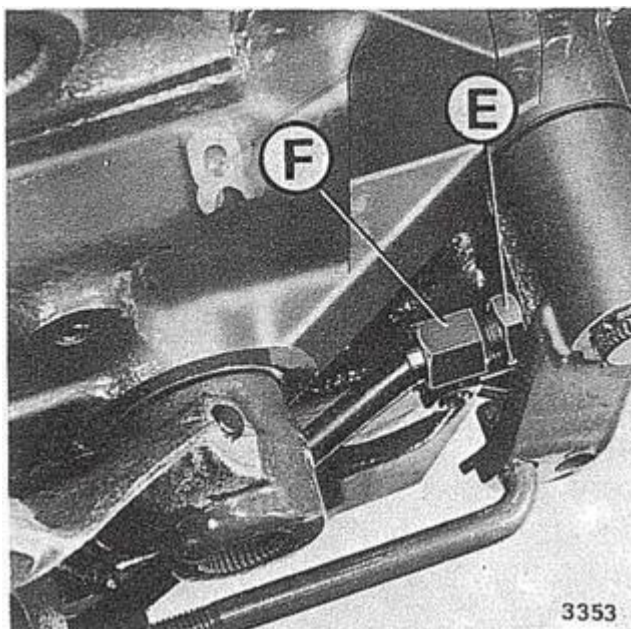

Figure 32 – Réglage de l'embrayage
- Desserrer l'écrou E (fig. 32).